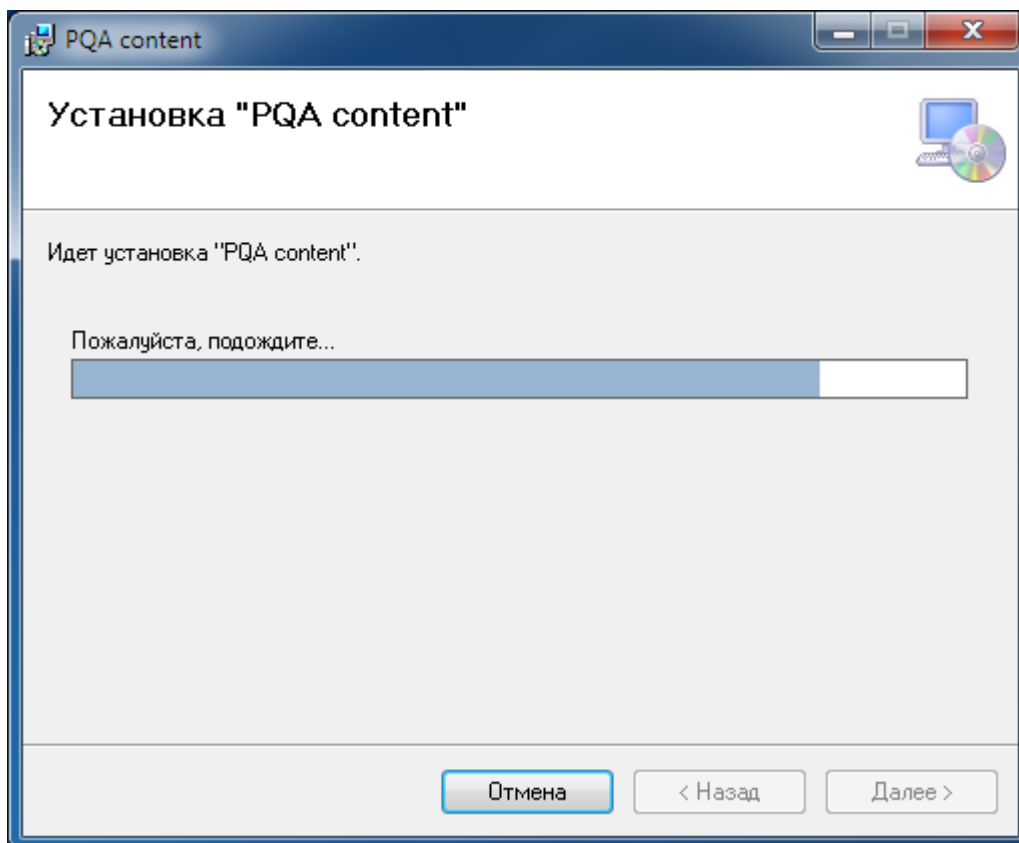

Рисунок 3.2.4 Диалог «Установка»
3.2.4 Окно «Установка» сообщает о ходе выполнения операции копирования файлов (Рисунок 3.2.4). Пользователь имеет возможность прервать установку, нажав кнопку «Отмена».